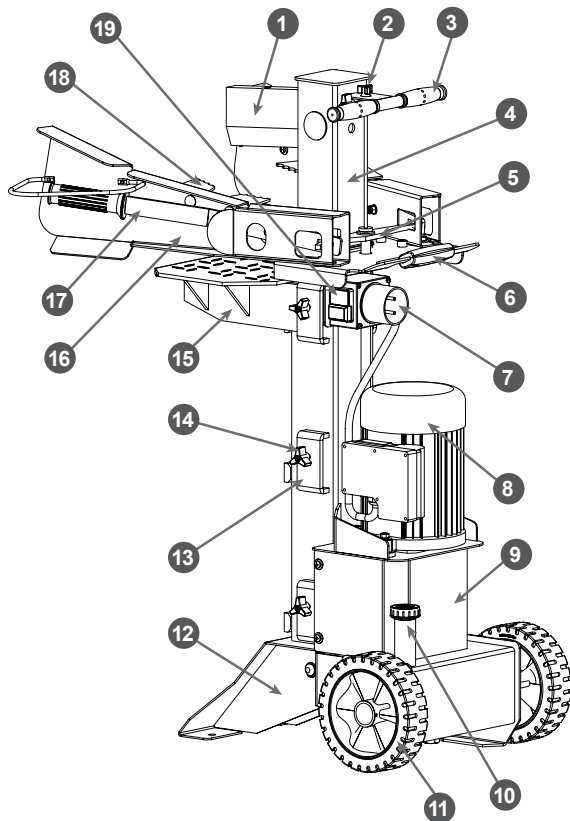

Рис. 1 Расположение основных узлов и органов управления дровокола
Расположение основных узлов и органов управления дровокола представлено на Рис. 1.
13. Проверьте работу выключателя. Включение и выключение дровокола производится выключателем 19 (Рис.1). При включении подвижная